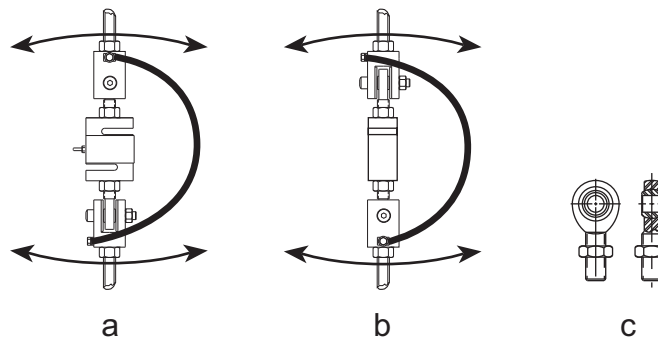

Figura 11-2. Módulo de pesaje ITCM
La Figura 11-2 ilustra el uso del módulo de pesaje ITCM. Esta disposición de montaje evita la mayoría de posibles problemas causados por fuerzas extrañas que actúan sobre las celdas de carga de barra en S.
- El ITCM consiste en una rótula de alta precisión que se atornilla en cada extremo de la barra en S. La rótula del extremo de la varilla tiene una "bola" que gira libremente en un cojinete de PTFE; véase la Figura 11-2\(c\). La horquilla se fija a la rótula del extremo de la varilla mediante un tornillo de tope. El extremo de la varilla debe enroscarse en la celda de carga asegurando el contacto con todas las roscas, sin tocar el cuerpo principal de la barra en S.